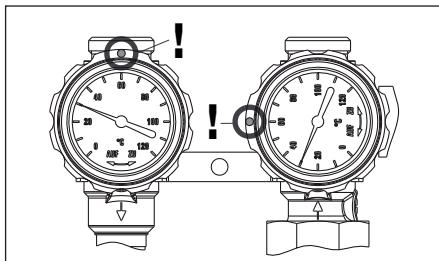

Fig. 6.14 Position des robinets à tournant sphérique pendant le remplissage
- Positionner les robinets à tournant sphérique de la station solaire comme indiqué sur la fig. 6.14 (position angulaire de la manette du thermomètre sur l'aller: 0°, sur le retour: 90°)